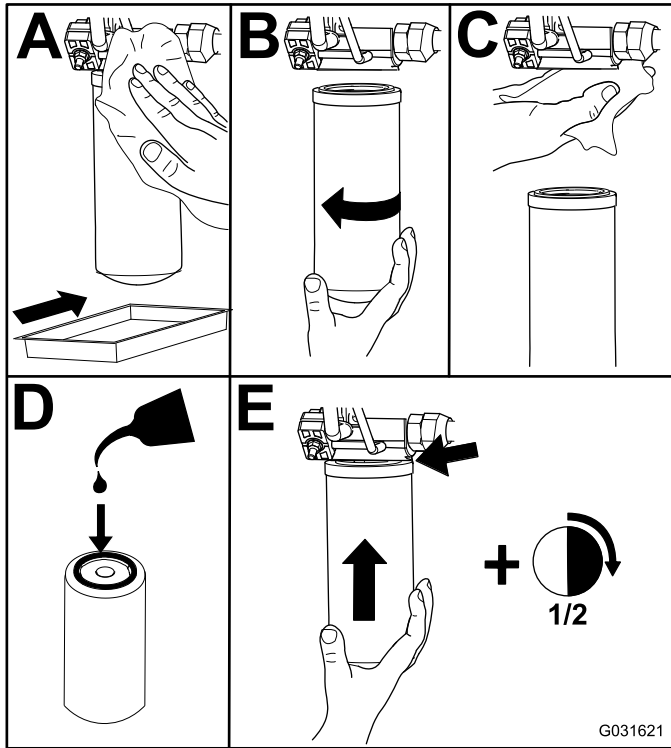

Bild 84
2. Wechseln Sie den Ladehydraulikfilter im Hydraulikhubraum aus, wie in Bild 84 abgebildet.
4. Tauschen Sie den Rücklauffilter an der rechten Seite der Maschine aus (Bild 84).